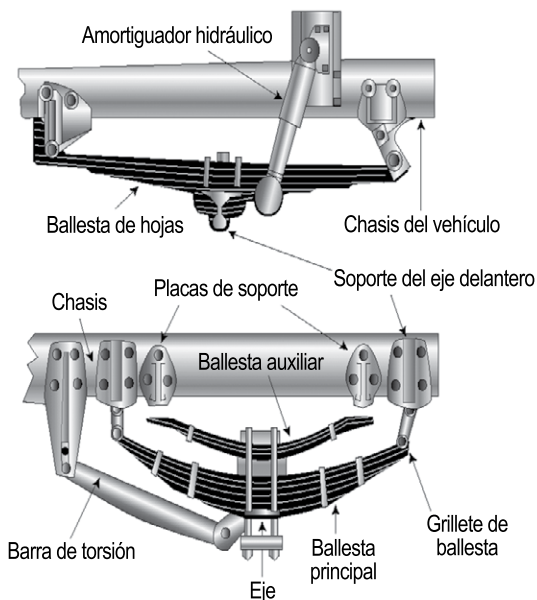

Figura 2.2
- Que los soportes de los resortes permitan el movimiento del eje desde la posición correcta. Vea la Figura 2.2.